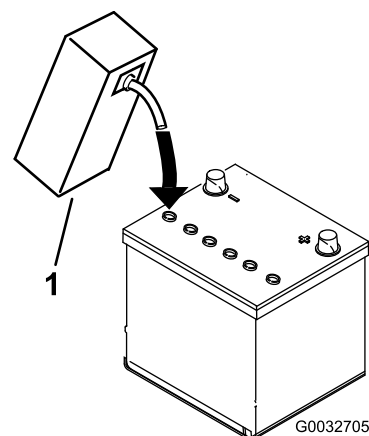

Figura 6
3. Llene cuidadosamente cada celda con electrolito hasta que las placas estén cubiertas de 6 mm aproximadamente de fluido (Figura 6).
4. Espere aproximadamente 20–30 minutos para que el electrolito penetre en las placas. Rellene según sea necesario para que el electrolito llegue a una distancia de 6 mm aproximadamente del fondo del hueco de llenado (Figura 6).